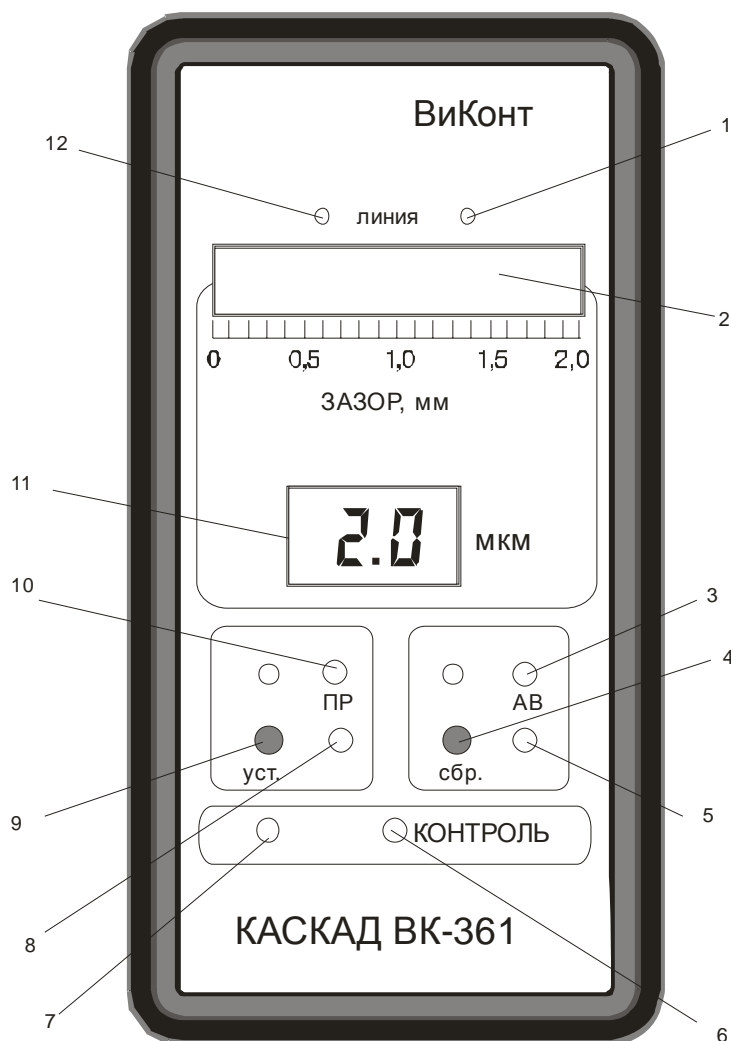

Рис. 4.
Внешний вид лицевой панели и назначение кнопок, регуляторов и индикаторов приведены на Рис. 4.
1. Приближая и удаляя рабочий торец вибропреобразователя ВК-316 относительно контролируемой поверхности, установить зазор 1.5 ± 0.2 мм (аналоговый индикатор 2 *Рис. 4*). Это положение торца датчика считается исходным, а величина зазора номинальной. Следует законтрить все крепления.
При этом на передней панели блока вторичного загорится зеленый светодиод *1* (см. *Рис. 4*), а на цифровом индикаторе *11* высветится текущее значение вибрации в точке измерения.
1. Нажмите на кнопку *9* на передней панели блока вторичного (см. *Рис. 4*). При этом на индикаторах будет показано текущее значение предупредительной уставки. Удерживая кнопку *9* в нажатом положении, вставьте отвертку в отверстие *8*, под которым расположен регулятор. Вращайте отверткой, не отпуская кнопку *9* и наблюдая за показаниями индикатора *II*. Прекратите вращение, как только на индикаторе высветится требуемое значение предупредительной уставки.
2. Нажмите на кнопку *4* на передней панели блока вторичного (см. *Рис. 4*). При этом на индикаторах будет показано текущее значение аварийной уставки. Удерживая кнопку *4* в нажатом положении, вставьте отвертку в отверстие *5*, под которым расположен регулятор. Вращайте отверткой, не отпуская кнопку *4* и наблюдая за показаниями индикатора *II*. Прекратите вращение, как только увидите на индикаторе требуемое значение аварийной уставки.
1. С помощью штыря $\varnothing 2$ мм через отверстие 7 нажмите на кнопку, расположенную под этим отверстием (Рис. 4). Удерживая кнопку 7 в нажатом состоянии, медленно поверните регулятор 6 с помощью отвертки. Установите контрольное значение вибрации, наблюдая за показаниями индикатора 11 при повороте отвертки.
Если установленное значение вибрации превышает аварийную уставку, то с задержкой около 5 секунд контакты цепи аварийной сигнализации замкнутся, а красный светодиод 3 замигает (Рис. 4).